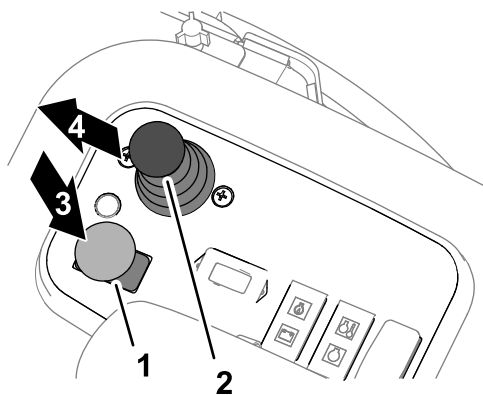

图 50
3. 将滚刀组驱动开关按至分离位置图 50。
5. 向前移动降下剪草/提升控制杆图 50。